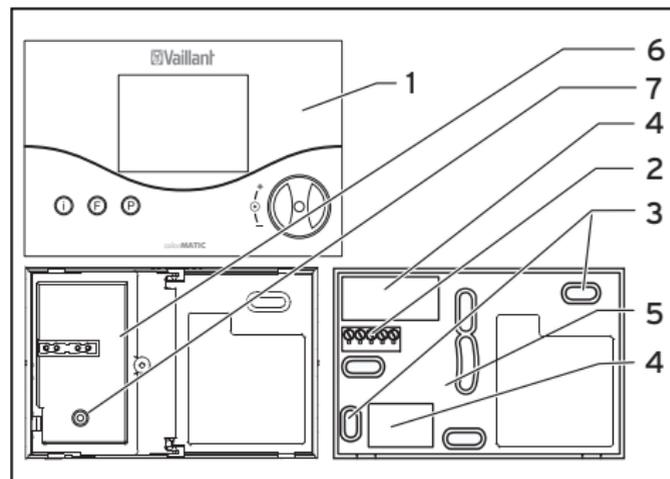

Abb. 9.1 Montage des Raumtemperaturreglers
Die Verbindung mit dem Heizgerät erfolgt über eine 3-adrige Verbindungsleitung an den Anschlussklemmen 3-4-5 (siehe Abb. 9.1, Pos. 2).
- Bringen Sie zwei Befestigungsbohrungen (**3**) mit Durchmesser 6 mm (entsprechend Abb. 9.1) an und setzen Sie die mitgelieferten Dübel ein.